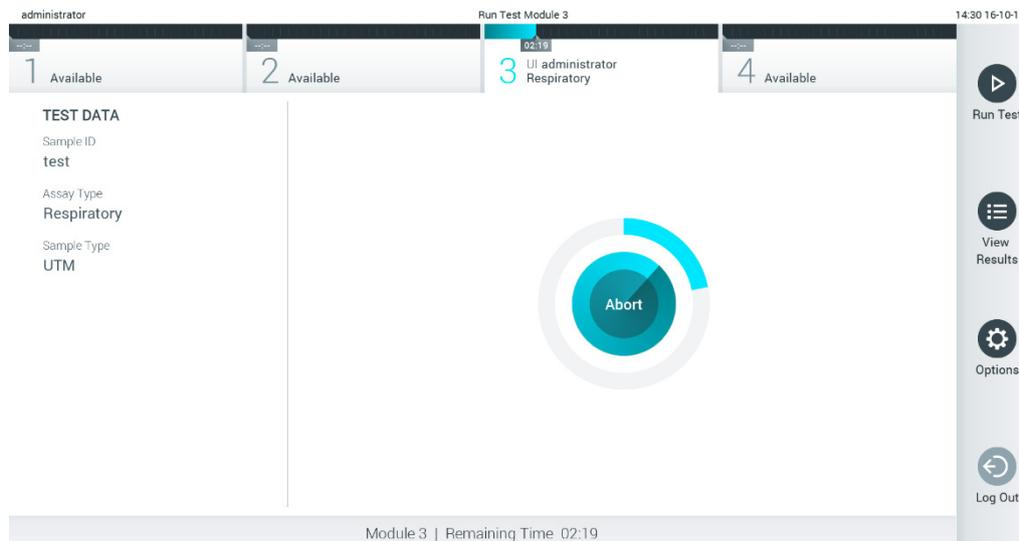

図 28. 検査の実行と検査残り時間の表示。
9. 検査の実行中は、検査残り時間がタッチスクリーンに表示されます（図 28）。